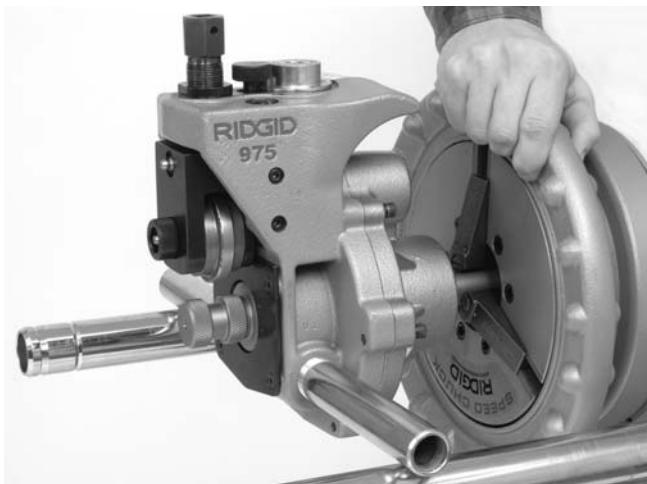

Figure 3 – Montage de la rainureuse à galets mixte n° 975 sur mandrin de système d' entraînement n° 300.
2. Positionnez les supports tubulaires de la rainureuse sur les supports tubulaires du système d' entraînement et, à l' extrémité de l' arbre d' entraînement de la rainureuse, dans le mandrin de l' appareil. Serrez le mandrin du système d' entraînement sur les plats de l' arbre en vérifiant le centrage de l' arbre dans le mandrin. Tournez le volant de serrage du mandrin rapide sèchement à gauche à plusieurs reprises pour assurer la retenue de l' arbre d' entraînement (*Figure 3*).